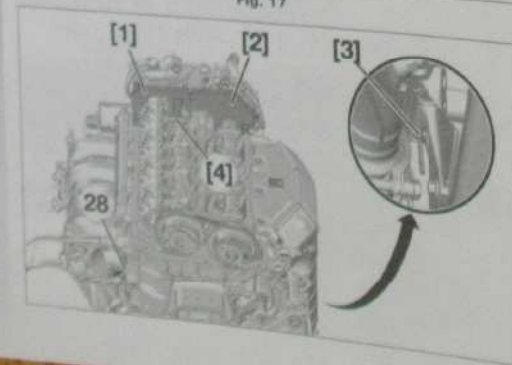

Fig. 18
- la pign de vilebrequin [3] (Fig.18),